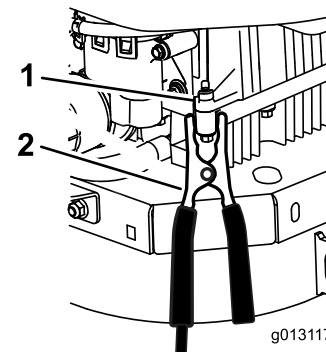

Bild 58
6. Stellen Sie die letzte Verbindung am Motorblock des nicht anspringenden Fahrzeugs (NICHT am Minuspol der Batterie) von der Batterie entfernt her und nehmen Sie Abstand (Bild 58).